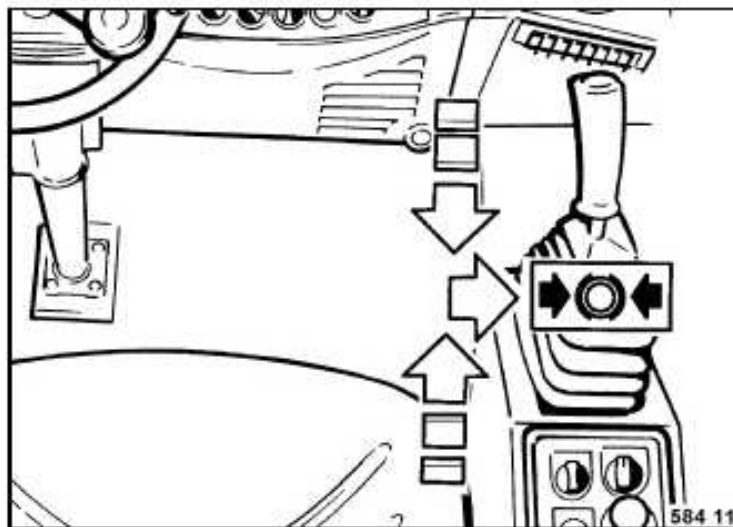

Fig. 55
- Colocar la palanca de marcha (Fig. 55) poco a poco en posición "Neutral" y encajar la palanca de marcha hacia la derecha en posición de frenado.